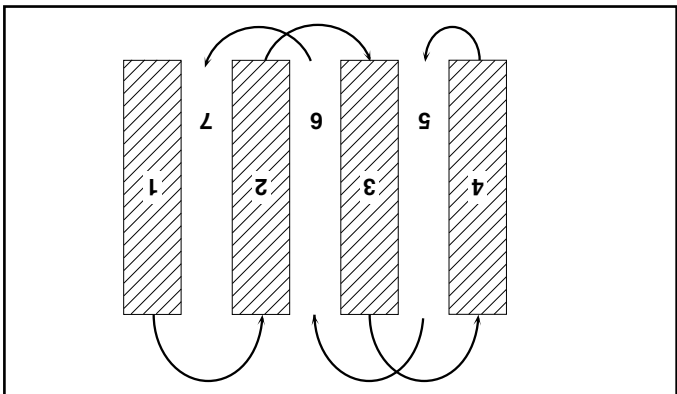

FIG. 9
- Vous trouverez le labourage beaucoup plus facile si vous laissez un rang non bêché entre les sillons. Puis retournez entre les sillons (Voir la fig. 9). Il y a deux raisons pour faire ceci. Premièrement, des virages larges sont beaucoup plus faciles à prendre que des demi-tours. Deuxièmement, la motobineuse ne vous entrainera pas vers le rang plus proche.